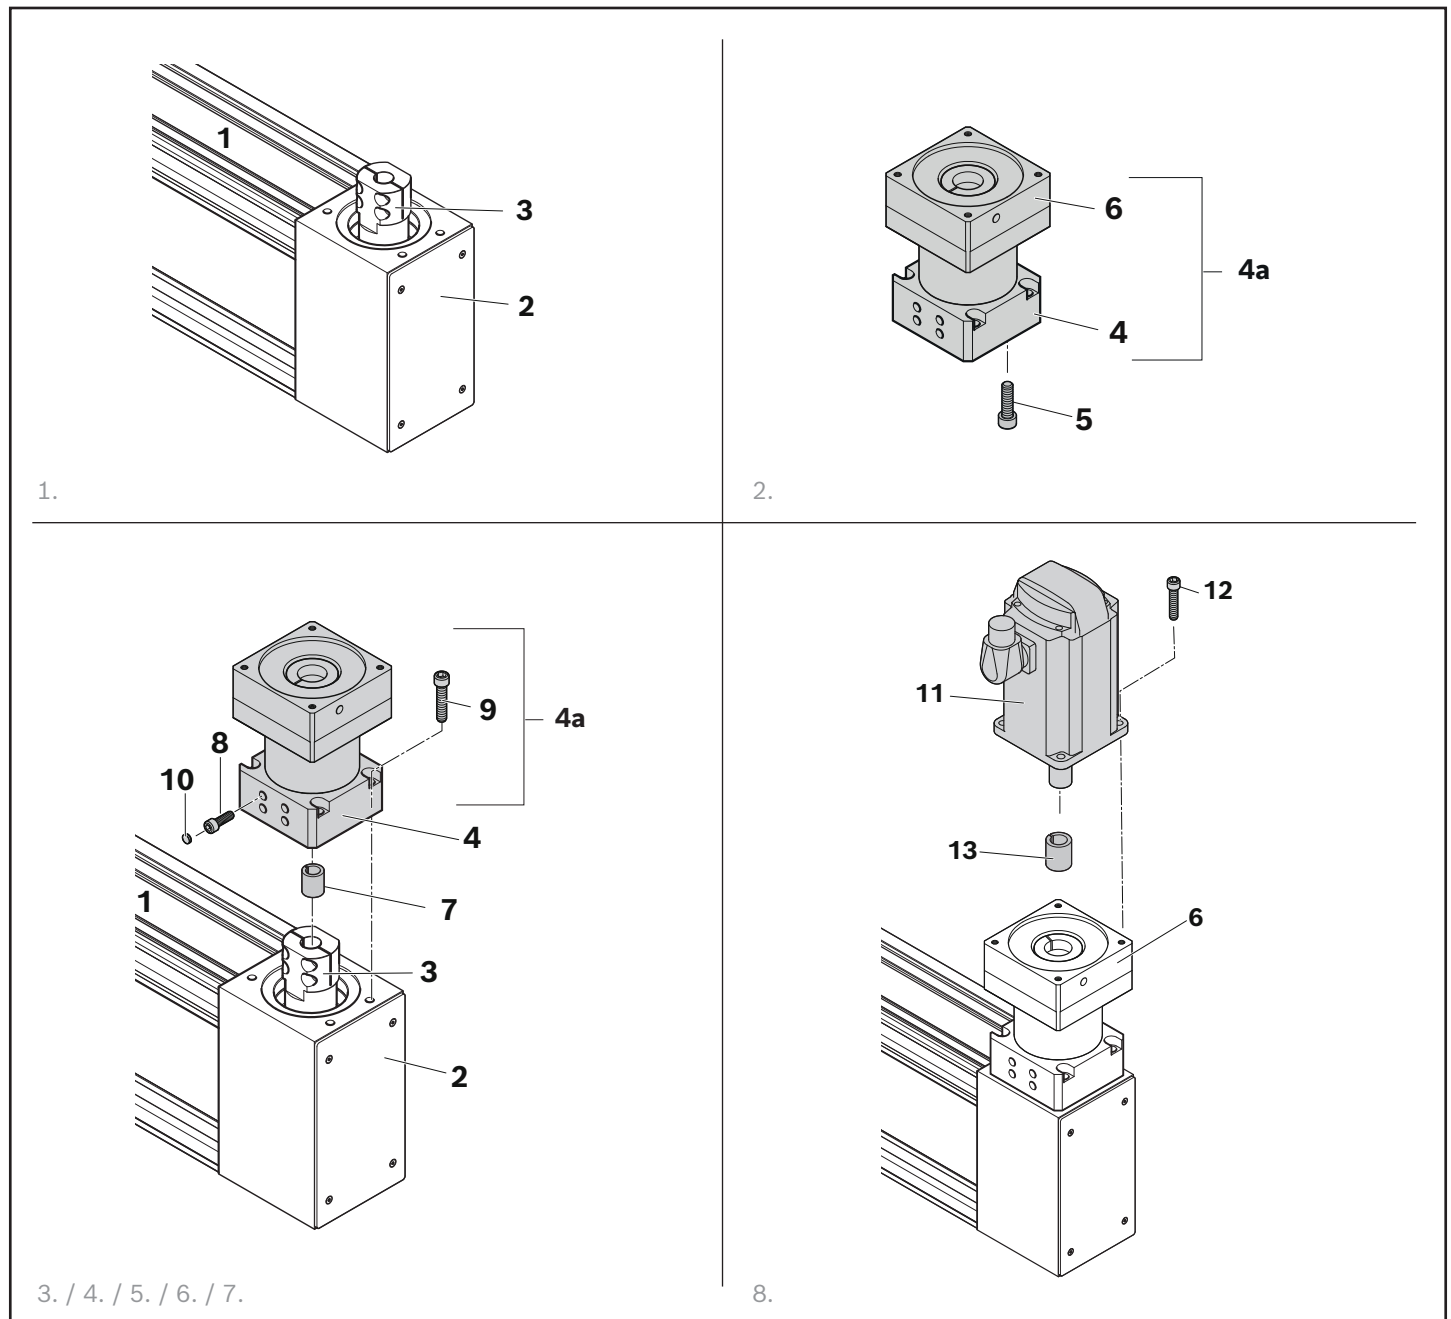

Fig. 28: Getriebeanbau CKR-280
1. Das Linearsystem entsprechend drehen (Hauptkörper unterstützen ➡ Fig. 28), so dass die Klemmnabe (3) nach oben zeigt.